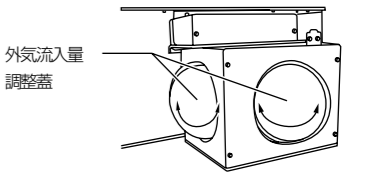

図4
- (5) 外気ダクトを接続する外気流入穴 (φ150) を開けてください。(図4)
外気流入穴の左右両側のつなぎ部をニッパー等で切断し蓋を回転させ角度をつけてください。(図4)
取入れ量を調整する場合と同様に左右両側のつなぎ部を切断し、蓋を回転させ反復することで取外します。(図4)